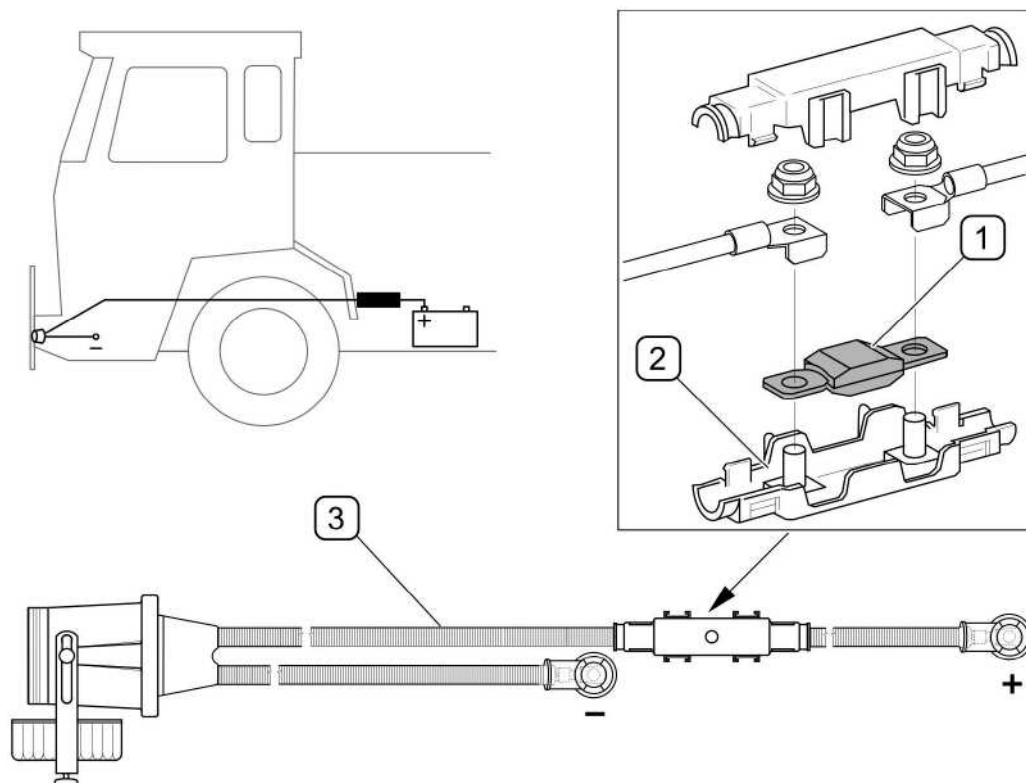

РИСУНОК 5.6 Предохранитель электрической системы транспортного средства
(1) - предохранитель 20А MAXIVAL ; (2) - корпус; (3) - контактодержатель
Если бортовая электросеть транспортного средства оснащена питающим кабелем 220N-70020000 производства PRONAR , то дополнительный предохранитель (1) 150А MEGAVAL устанавливается в корпусе (2) на кабеле питания "+" (РИСУНОК 5.6).